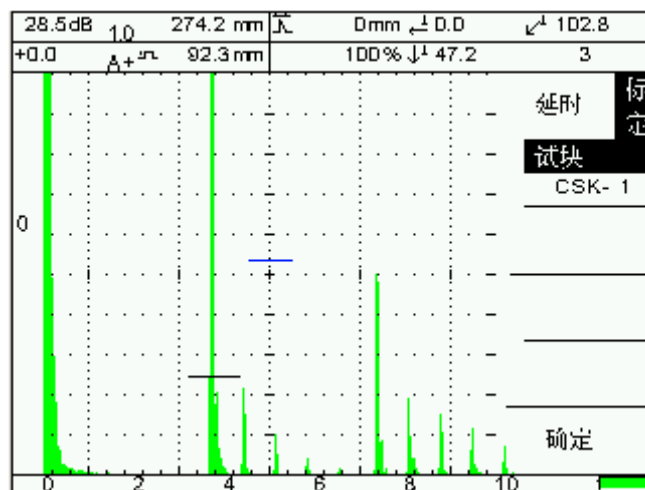
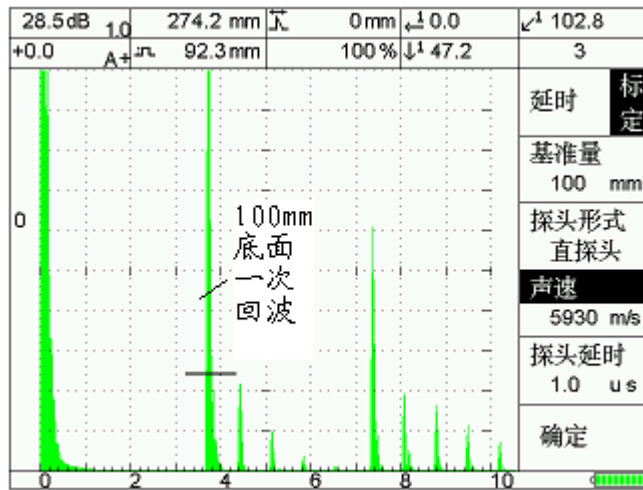

图 4-2
图 4-3
- (1) 按[标定]-[A]，屏幕显示如图 4-2。
- (2) 按【调节键】选择试块，我们以 CSK-1 试块为例。
- (3) 按[E]确定，屏幕显示如图 4-3。
- (4) 按[A]，选择基准量(单位 mm)，如上图按【调节键】输入 100mm。
- (5) 按[B]探头形式反显，选择直探头。
- (6) 按[C]声速反显，按【调节键】可调节。
- (7) 按【闸门 1】键，调节闸门 1 到 100mm 一次回波位置，按[E]起点确定。
- (8) 此时探头延时即[D]位置，出现标定结果，如图 4-3 为 $1.0\mu\text{s}$ 。仪器将自动记录。